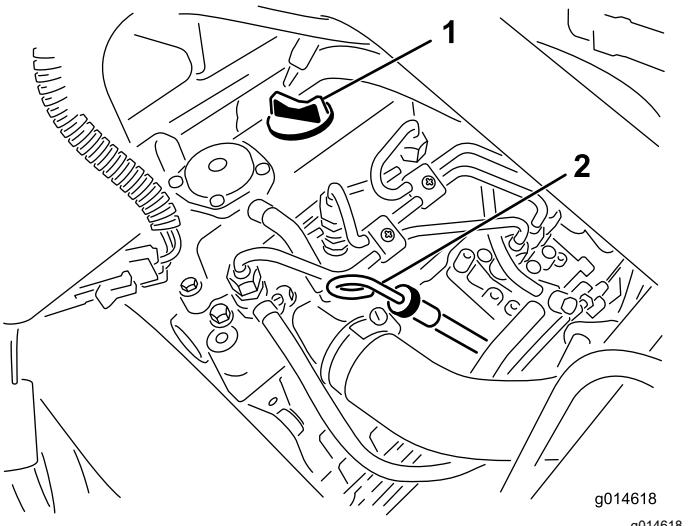

Bild 34
2. Nehmen Sie den Peilstab heraus und wischen Sie ihn mit einem sauberen Lappen ab (**Bild 34**).